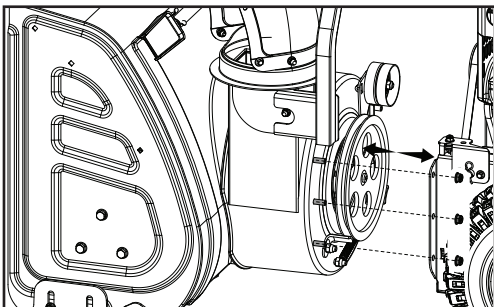

Figure 40
6. Dévissez 6 écrous M8 pour séparer le boîtier de la tarière de la base (figure 40).